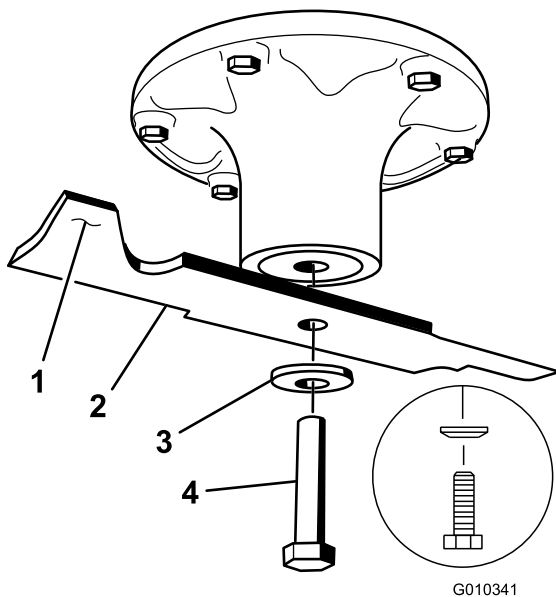

Figure 58
dans le sens antihoraire), la rondelle bombée et la lame (Figure 58).
**Remarque:** Si la lame reste horizontale, elle est équilibrée et peut être utilisée. Si la lame est déséquilibrée, limez un peu l'extrémité de l'ailette seulement (Figure 58). Répétez cette procédure jusqu'à ce que la lame soit équilibrée.
1. Placez la lame sur l'axe (Figure 58).
**Remarque:** Le côté bombé de la rondelle élastique doit être dirigé vers la tête du boulon (Figure 58).